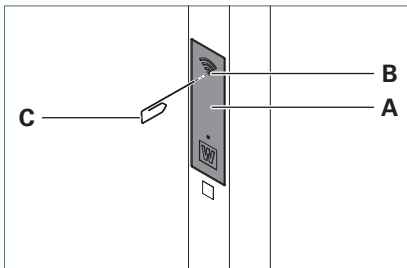

Fig. 1: Serviceklappe.
- Um die Serviceklappe **A** am Standrohr zu entriegeln, drücken Sie mit einer aufgebogenen Büroklammer **C** in die Öffnung **B**, siehe Fig. 1.